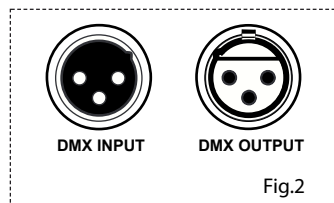

Fig.2
3. Connessione XLR a tre poli (fig.2):
ARCLEDI107RGBW può essere collocato su un piano solido. Inoltre, grazie alle possibilità di fissaggio sulla doppia staffa (fig.2), l'unità può essere montata anche a testa in giù, su una traversa. Per il fissaggio occorrono dei supporti robusti per il montaggio. L'area di collocazione deve avere una stabilità sufficiente e supportare almeno 10 volte il peso dell'unità.